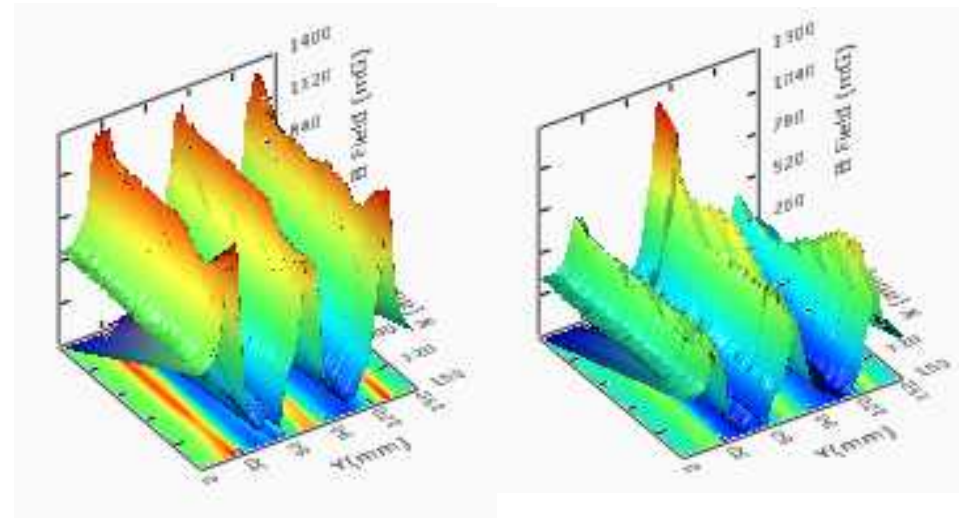

Fig.1 Magnetic flux density distribution at surfaces of normal cell (left) and broken cell (right).
結晶系太陽電池モジュールの表面の磁束密度分布はセルのバスバーに流れる電流を反映している。高感度半導体磁気センサを用いて、発電中のセル表面を走査してFig. 1に示すような磁束密度分布を測定している。破損したセルでは不均一な電流が流れているのが確認できる。本手法により電気的非接触でモジュール内の劣化・故障セルを容易に同定可能である。なお、表面電位計によるセルの電位分布測定を併用することで、セルの二次元出力分布測定が可能となる。
**Magnetic flux measurement at the surface of PV module:** By measuring magnetic flux density at the surface of PV module, it is possible to estimate current distribution in the bus bars which reflects health of the cell. Magnetic flux density profiles shown in Fig.1 was obtained using high sensitive MI magnetic line sensors traversing over the cell .